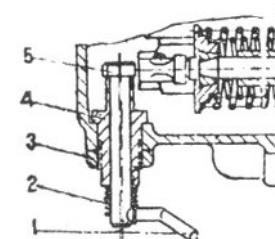

Fig. 13
2. Girar a bucha excêntrica através de um ângulo para fazer o ajuste. Girar no sentido horário se a descompressão for muito baixa, girar no sentido anti-horário se a descompressão for muito alta (Fig. 13).